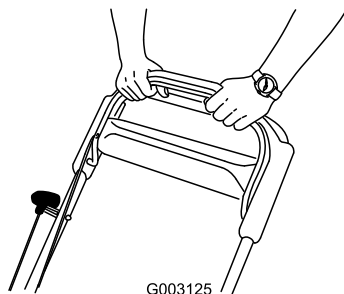

Figura 24
3. Sujete la barra de control de la cuchilla contra el manillar (Figura 24).